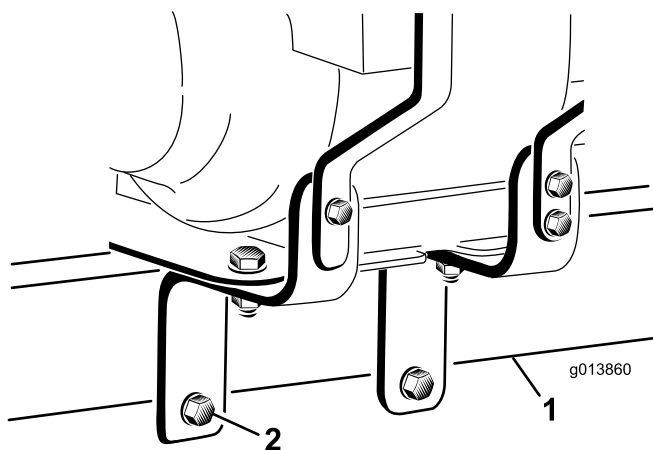

Bild 7
20. Stecken Sie die zwei Bolzen (1/2 x 5 Zoll) durch die Löcher in der Motorbefestigungshalterung; stellen Sie sicher, dass eine Flachscheibe an jeder Außenseite der Motorbefestigungshalterung befestigt ist, und dass die Bolzen an der Unterseite des ProPass-Anbauvorrichtungrohrs herausstehen. Ziehen Sie die zwei Muttern (1/2 Zoll) mit der Hand an (Bild 7).